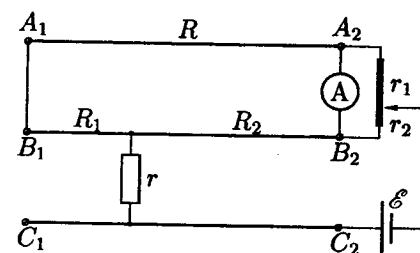

Рис. 15
4. Для определения положения точки пробоя собираем электрическую схему (рис. 15). Пусть  $R$  — полное сопротивление линии,  $R_1$  — сопротивление части провода от узла  $T_1$  до разрыва,  $R_2$  — сопротивление оставшейся части провода. Балансируем получившуюся мостовую схему реохордом, сделанным из выданной нихромовой проволоки. Тогда: